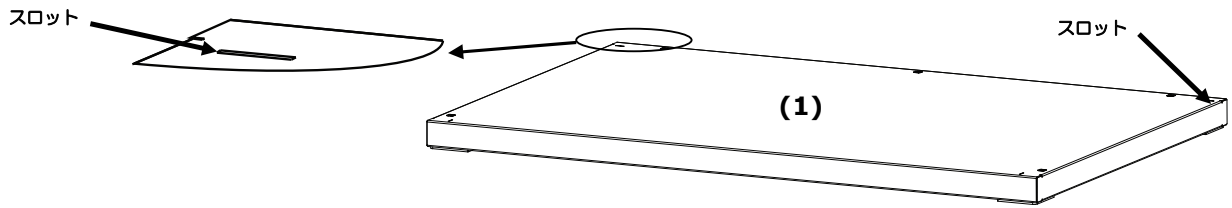

図1：底面パネル
1. 底面パネル (1) を汚れのない平らな場所に設置します。(図 1 参照)